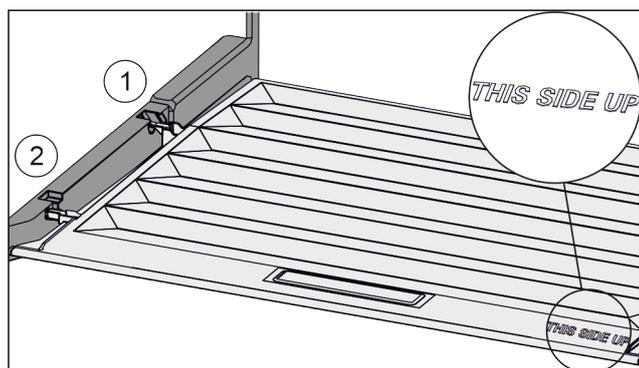

Fig. 29
- ▶ Deckelstege über Öffnung der hinteren Halterung (Fig. 29 (1)) einführen und vorne in Halterung (Fig. 29 (2)) einrasten.